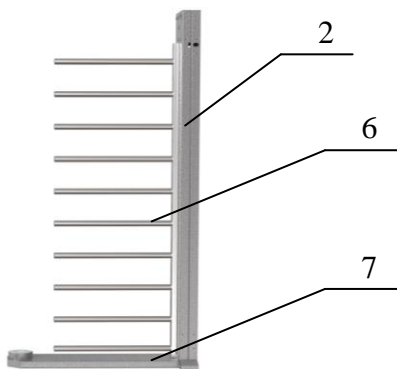
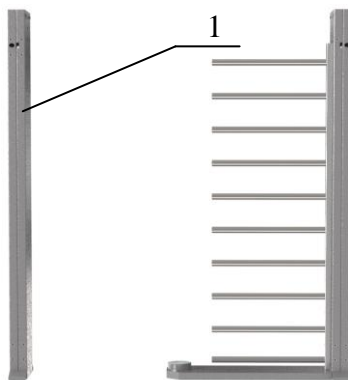
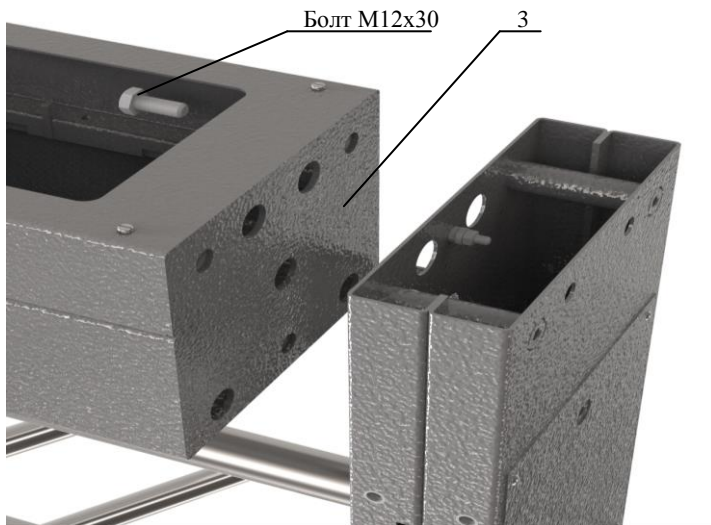

Рис. 1
Рис. 2
Рис. 3
5.2. Корпус турникета необходимо заземлять. На боковом ребре внутри стойки крыла прохода секции внизу имеется основная клемма (М8) заземления; дополнительная клемма заземления (М6) находится на раме привода **3** (рис.3) турникета.
1. Сборка турникета. Рис. 1, 2, 3 (вариант сборки двумя сборщиками):
– положите на пол на боковую плоскость раму привода **3** (рис. 3), (предварительно постелив лист картона), рядом аналогично положите стойку крыла прохода **1** (рис.2) и стойку ограничения прохода **2** (рис.1); состыкуйте указанные элементы друг с другом соединительными элементами и закрутите по три болта М12 с каждой стороны; поставьте собранный портал вертикально на месте установки турникета; закрепите к стойке ограничения прохода напольную плиту **7** (рис.1) четырьмя винтами М12.
Состыкуйте лопасть ограничителя прохода **6** (рис.1) со стойкой ограничения прохода **2** (рис.1) и закрепите винтами М8 с дистанционными втулками;